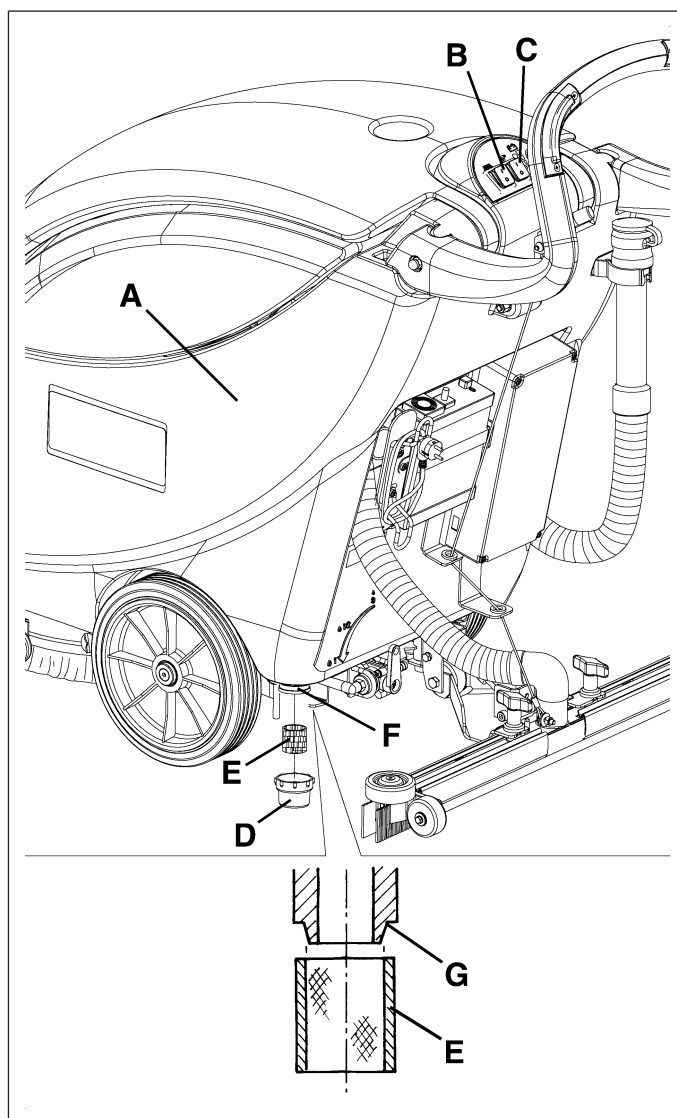

Figure 28
1. Vider le réservoir de la solution (A, Fig. 28) en procédant comme indiqué au paragraphe spécifique.
3. Contrôler que les interrupteurs (B et C, Fig. 28) sont en position "0".
4. Dévisser le couvercle transparent (D, Fig. 28) et déposer le filet filtrant (E), puis les nettoyer et les reposer sur le support (F).
Positionner correctement le filet filtrant (E, Fig. 28) dans le logement (G) du support (F).